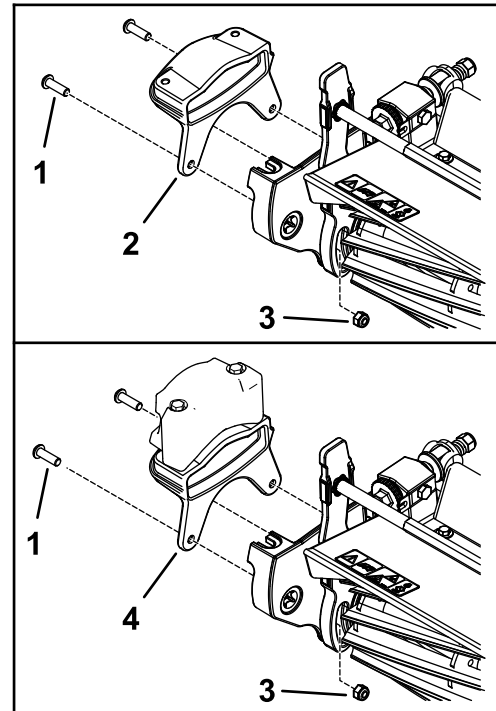

Figura 9
1. Fixe o novo peso na lateral da unidade de corte com dois parafusos (5/16 pol.) e duas porcas (5/16 pol.), como se mostra na Figura 9.